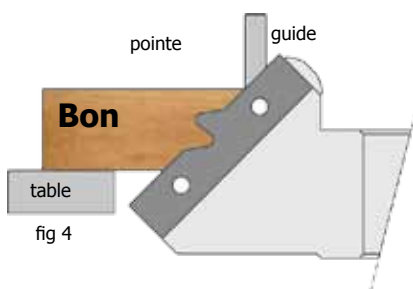

fig 4
- E- régler ensuite le guide pour finir l'assemblage en pointe (fig.4).
*pour panneau de 25 mm, choisir l'empreinte de 22, régler la hauteur du porte outil en positionnant tangent l'empreinte de 22 à la table, remonter l'arbre de 1.5mm  $((25-22)/2)$ , régler ensuite le guide pour finir l'assemblage en pointe (voir fig.4)*
B- régler ensuite le guide pour finir l'assemblage en pointe (voir fig.4).